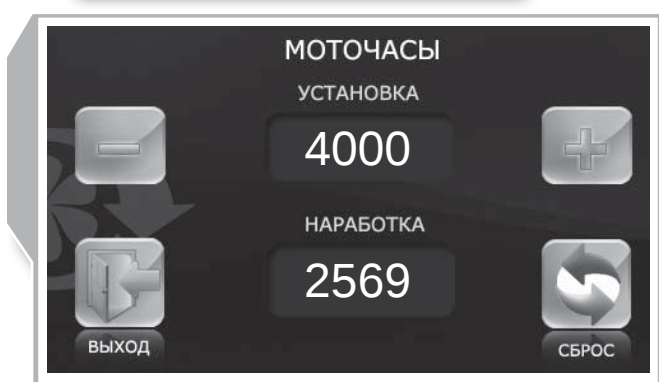

Рис. 38. Моточасы
- Затем кнопками и установите время до замены фильтра (рис. 38).